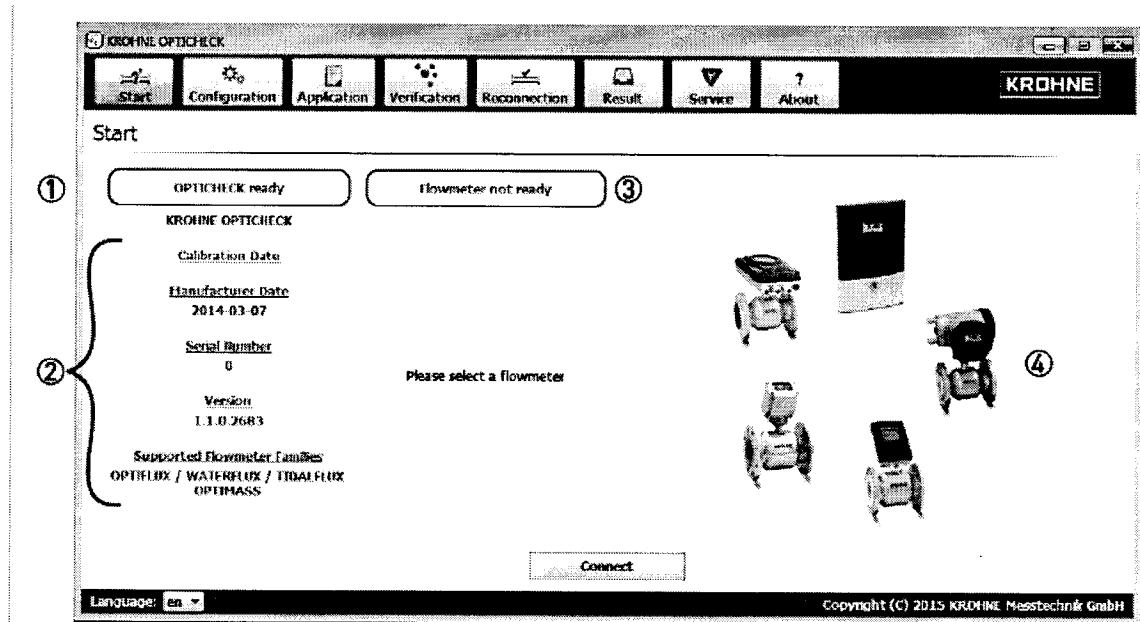

Рисунок 2 – Стартовое окно
7.2.5 Опробование считается выполненным успешно, если после проверки устройства слева на экране появится сообщение, информирующее пользователя о том, что подключенный OPTICHECK обнаружен и готов к работе (Рисунок 2).